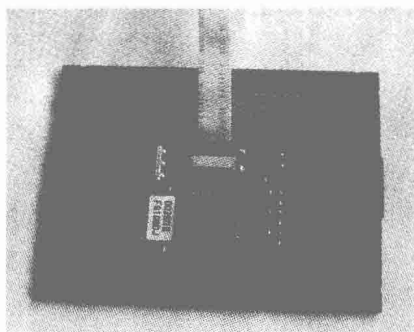

图 1-39 控制芯片无法接受信号
- (1) 触摸板的控制芯片无法接受信号, 如图 1-39 所示。